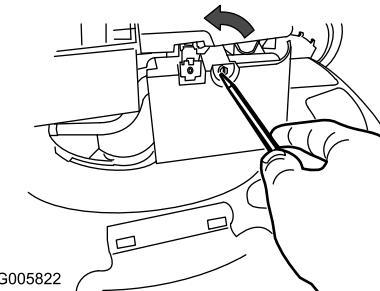

Bild 34
- Öffnen Sie die Luftfilterabdeckung mit einem Schraubenzieher (Bild 34).